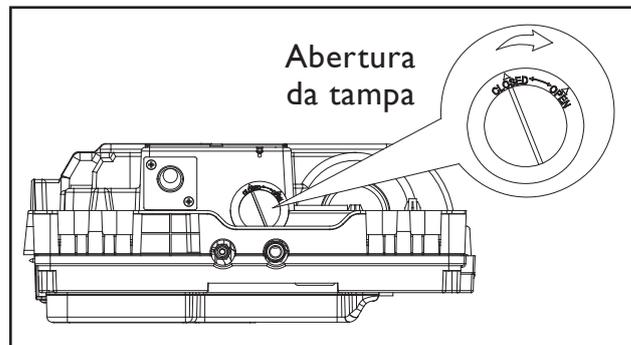

FIG. 26
2. Remova a tampa de teste girando-a conforme indicado na Fig. 26 para conectar a saída de água de teste. Encha o reservatório de água e, ao mesmo tempo, observe se há água descarregada da saída de drenagem. Certifique-se de que a água é descarregada normalmente pela drenagem.
5. Desligue a fonte de alimentação, remova a água manualmente usando o bujão de drenagem e coloque a tampa de teste de volta na posição original, girando-a no sentido contrário ao de abertura (Fig. 26).